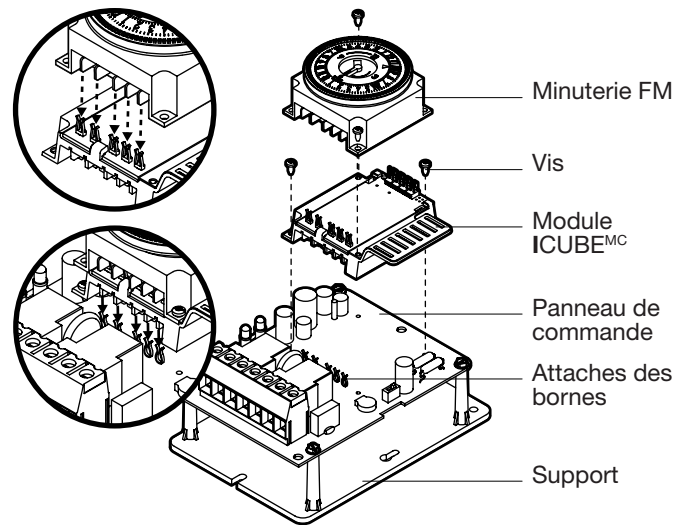

FIG. 5 Installation du module ICUBE^{MC} (modèle avec support)
2. Orienter le module ICUBE^{MC} comme indiqué à la FIG. 5.
3. Installer et fixer le module ICUBE^{MC} au panneau de commande avec les vis fournies. Veiller à aligner les bornes des modules ICUBE^{MC} avec les attaches des bornes sur le panneau de commande lors de l'installation. Voir FIG. 5.
4. Installer et fixer la minuterie FM au module ICUBE^{MC} avec les vis fournies. Veiller à aligner les bornes de la minuterie FM avec les attaches des bornes sur le module ICUBE^{MC}. Voir l'encart de la FIG. 5.